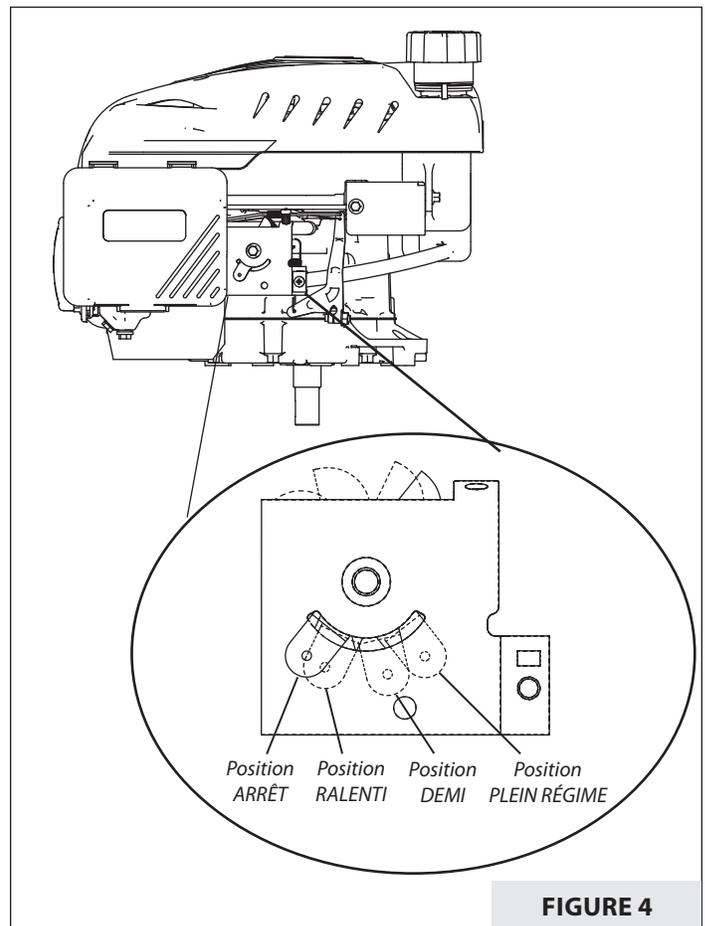

FIGURE 4
5. Déplacer la commande des gaz entre les positions « DEMI » et « PLEIN » régime. *(Cela n'est pas nécessaire sur les modèles à commande des gaz fixe en position de plein régime.)* **VOIR FIGURE 4.**
7. Une fois que le moteur se met en marche, mettre le levier de commande des gaz en position « RALENTI » (**VOIR FIGURE 4**). Laisser le moteur fonctionner pendant 30 à 45 secondes en position « RALENTI » jusqu'à ce qu'il ait chauffé. Ramener ensuite la commande des gaz au régime d'exploitation. *(Cela n'est pas nécessaire sur les modèles à commande des gaz fixe en position de plein régime.)*
2. Mettre la commande des gaz en position « ARRÊT ». Sur les modèles à commande des gaz fixe, mettre le commutateur ON/OFF (marche/arrêt) en position « OFF ». **VOIR FIGURE 4.**